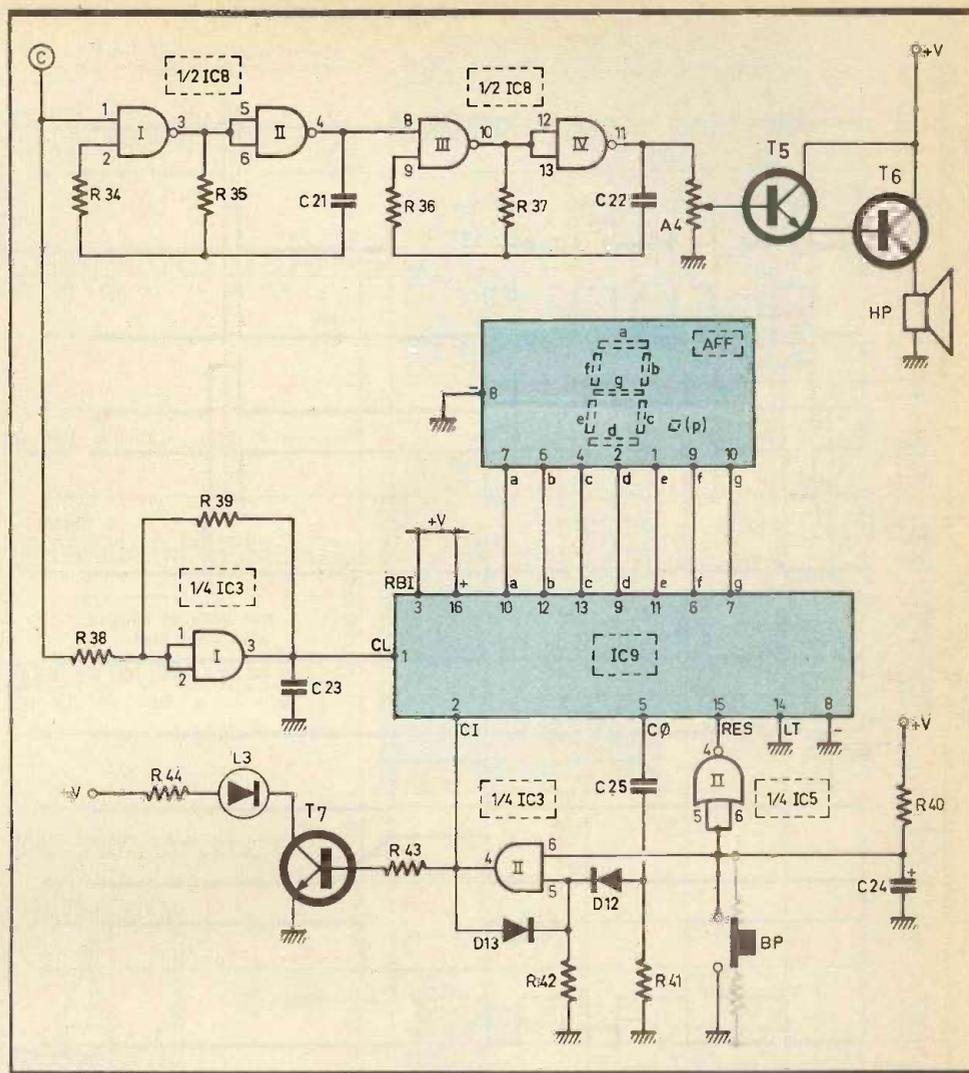

Fig.4 Sonorisation, comptage et affichage.
#### g) Signal sonore (fig. 4)
#### h) Comptage et affichage (fig. 4)
i) Dépassement de la capacité de l'afficheur (fig. 4)